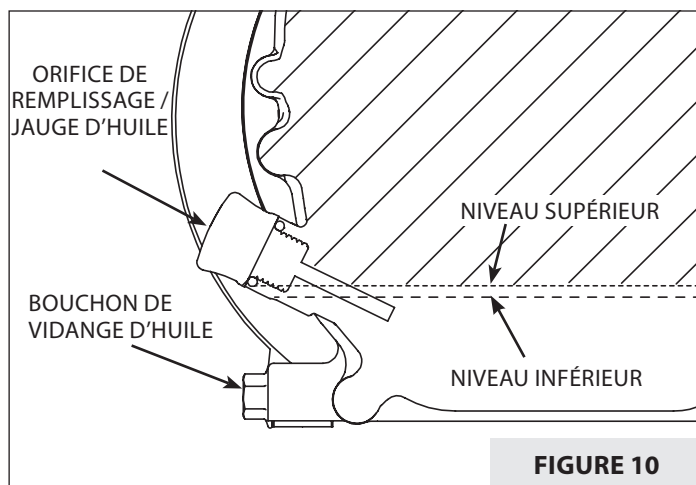

FIGURE 10
2. Dévisser le bouchon de vidange d'huile et vidanger l'huile dans un récipient approprié. Éliminer l'huile comme il se doit. **VOIR FIGURE 10.**
3. Remonter le bouchon de vidange. Retirer la jauge d'huile (le cas échéant) ou le bouchon de remplissage d'huile. **VOIR FIGURE 10.**
4. Remplir avec une huile qui convient jusqu'au repère supérieur ou **FULL** (plein) de la jauge d'huile, sinon jusqu'en haut du filetage de l'orifice de remplissage d'huile. **VOIR FIGURE 10.**